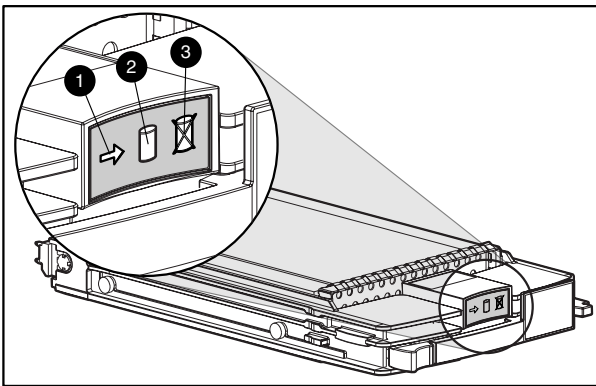

Figure 1 Anzeigen für den Laufwerksstatus
- überprüfen Sie die Statusanzeigen des Festplattenlaufwerks. Siehe Figure 1. Die Fehleranzeige sollte leuchten.
- überprüfen Sie die Statusanzeigen des Festplattenlaufwerks. Siehe Figure 1.
- Die Aktivitätsanzeige (1) sollte leuchten oder blinken.
- Die Online-Anzeige (2) sollte leuchten oder blinken.
- Die Fehleranzeige (3) sollte nicht leuchten.